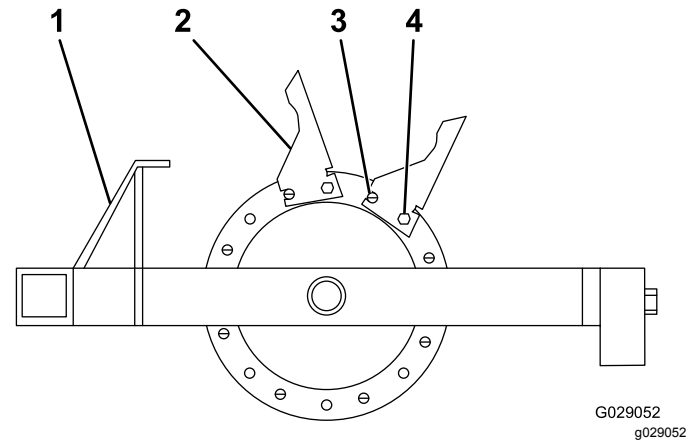

Bild 9
1. Fangen Sie an der Außenseite des Gehäuses an und montieren Sie die Tines, wie in Bild 9 abgebildet.
2. Befestigen Sie alle acht Tines mit einem Rollstift und Schrauben ($\frac{1}{2}$ " x $1\frac{3}{4}$ ") am Gehäuse und stellen Sie sicher, dass der Rollstift in der vorderen Stellung ist (Bild 9).